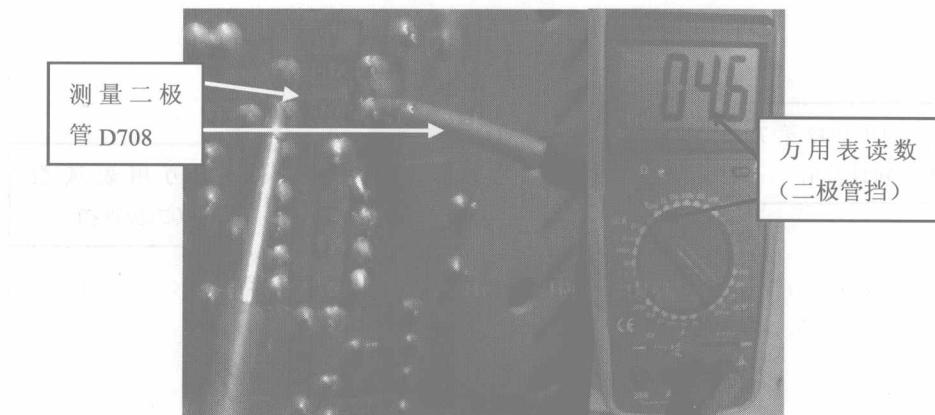

图 1-14
⑨更换二极管 ZD709，用万用表的二极管挡检测并联的二极管 D708 和电阻 R715，测得数值为 46，数值正常，如图 1-14 所示。